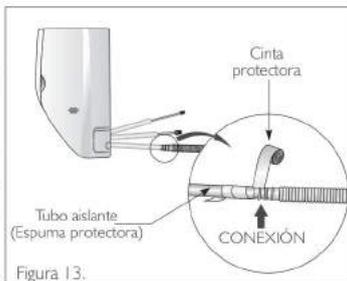

Figura 13.
- La conexión de la manguera de drenaje debe ser revestida con espuma protectora (tubo aislante) y cinta aislante o protectora; (Ver figura 13).